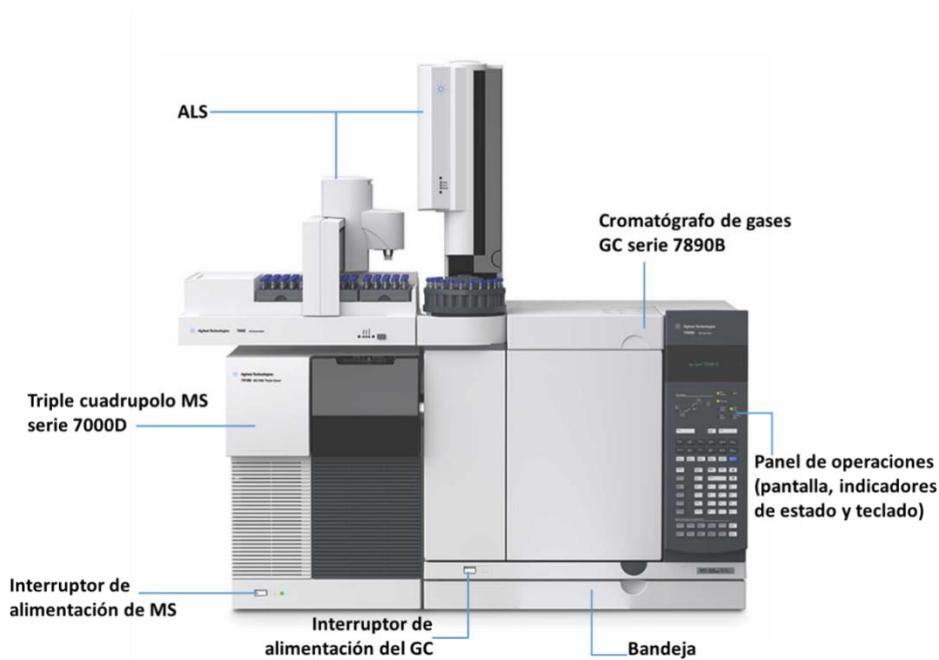

Figura 1. Sistema de triple cuadrupolo Agilent 7000D, con cromatógrafo de gases Agilent 7890B y muestreador automático de líquidos ALS.
Este instructivo describe el procedimiento para el manejo adecuado en rutina del equipo. El equipo consta de un espectrómetro de masas (MS) de triple cuadrupolo *Agilent* serie 7000D, cromatógrafo de gases (GC) *Agilent* GC serie 7890B, muestreador automático de líquidos (ALS, *Automatic Liquid Sampler*, por sus siglas en inglés) serie 7643 con bandeja para 150 viales (véase Figura 1), conectados a un computador con el *software* para manejo y adquisición de datos *MassHunter Workstation Version B.07.05*. El equipo también puede ser operado desde el panel de control de operaciones del GC. Dentro del paquete del *software* incluye el *Data Acquisition*, *Quantitative Analysis* y *Qualitative Analysis*.
8.2.8. Encienda el cromatógrafo de gases con el interruptor de alimentación del GC que está localizado en la esquina inferior izquierda, debajo del compartimiento del horno cromatográfico (véase **Figura 1**). Automáticamente se encenderá el muestreador automático.
8.2.9. Encienda el detector selectivo de masas con el interruptor de alimentación del MS ubicado en la esquina inferior izquierda del módulo del detector de triple cuadrupolo (véase **Figura 1**). Automáticamente, se encenderá la bomba de vacío mecánica y se escuchará el ruido característico del arranque del motor.